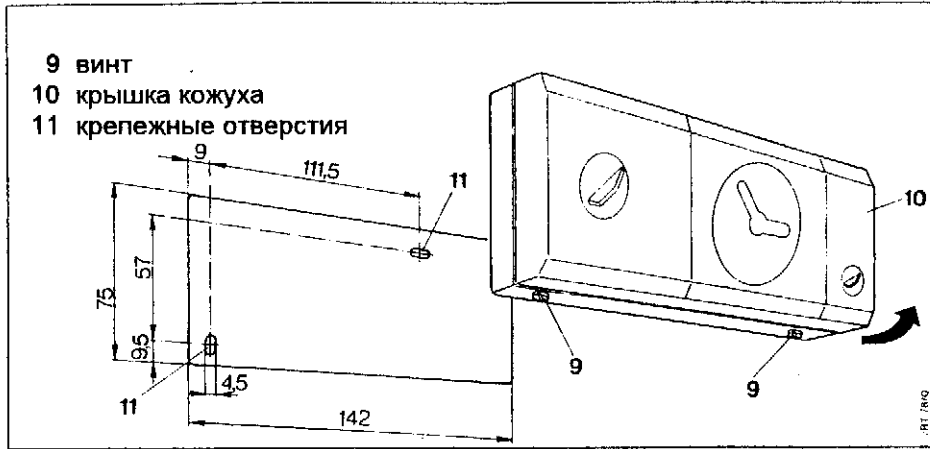
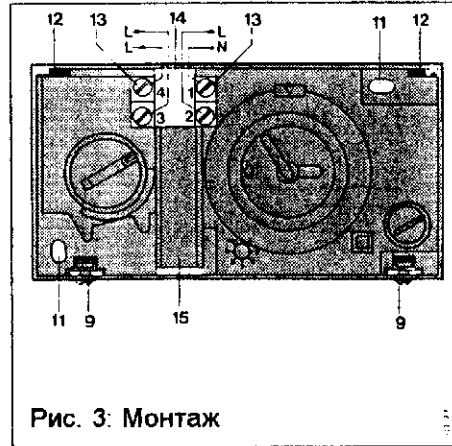

Рис. 2: Установка
Рис. 3: Монтаж
(Рис. 3...5, стр.8)
В случае скрытой проводки соединительный кабель следует провести через кабельный ввод между двумя клеммными колодками (13) (рис. 3).
**10.3 Крышку кожуха (10, рис. 2) насадить на кулачки (12, рис. 3), закрыть и с помощью двух винтов (9) прикрепить к нижней части кожуха. Ввинтить предохранитель в силовой линии.**
2. Снять крышку кожуха (10, рис. 2) согласно разделу 9.2, подпункты 2 и 3.
4. Вернуть на место крышку кожуха (10, рис. 2) согласно разделу 10.3.
Вынуть предохранитель из силовой линии. Снять крышку кожуха (10, рис. 2, стр. 8) соответственно раздела 9.2. Снять кнопку (25) переключателя дневной температуры (1, рис. 1), не перемещая при этом находящейся внизу оси. После этого переставить кнопку так, чтобы она показывала на температурной шкале (23) то же самое значение, что и комнатный термометр.
Крышку кожуха (10, рис. 2) насадить обратно, как описано в разделе 10.3.
Насадить обратно крышку кожуха (10, рис. 2).
Насадить обратно крышку кожуха (10, рис. 2). Вернуть на место предохранитель силовой линии.